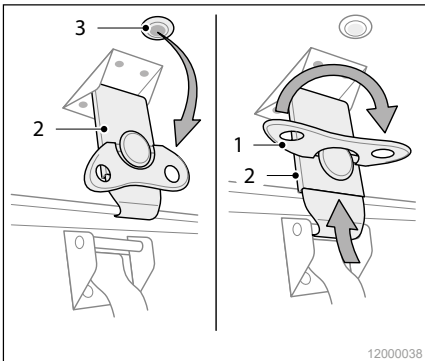

Abb. 15 Drehverschluss schließen
- Lösen Sie den Drehverschluss vom Magnet (Abb. 15/3) und klappen Sie den Griff (Abb. 15/1) heraus.